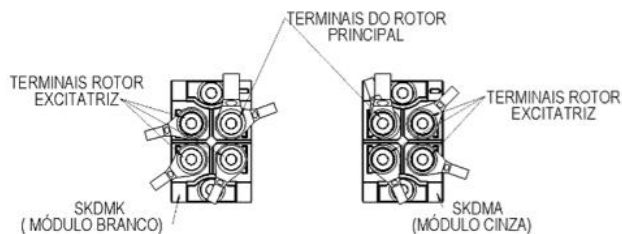

Figura 6.6: Posição de ligação dos cabos nos módulos de diodo
- Fazer as conexões dos cabos no módulo, apertando-os com torquímetro respeitando os torques de aperto da Tabela 6.2 e a ordem da ligação conforme Figura 6.6